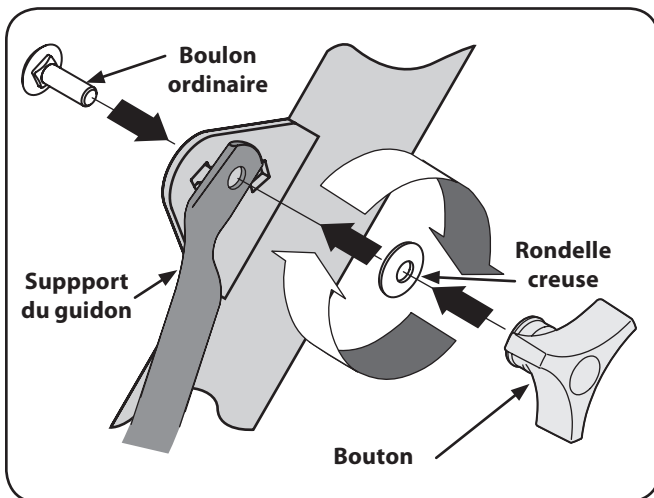

Fig. 3-4
7. Serrez le boulon à fond après avoir installé le support du guidon comme à la Fig. 3-4.
- Fig. 3-4. Maintenez en place avec la rondelle creuse et le bouton.
10. Choisissez l'une des trois positions du guidon (trois encoches sont aménagées dans le support soudé) et serrez le bouton pour maintenir le guidon à la position voulue. Voir la Fig. 3-4. Serrez le boulon hex. sur le guidon inférieur.